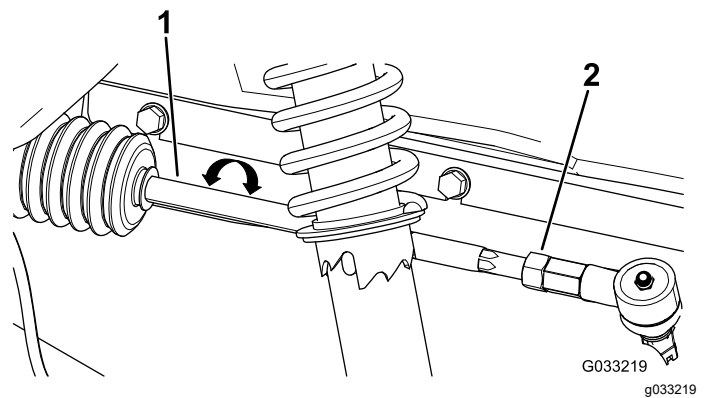

Figura 49
2. Se la misura non rientra nel campo specificato di 0–6 mm, allentate i controdadi all'estremità esterna dei tiranti (Figura 49).